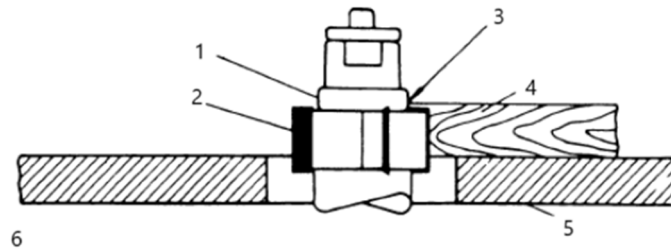
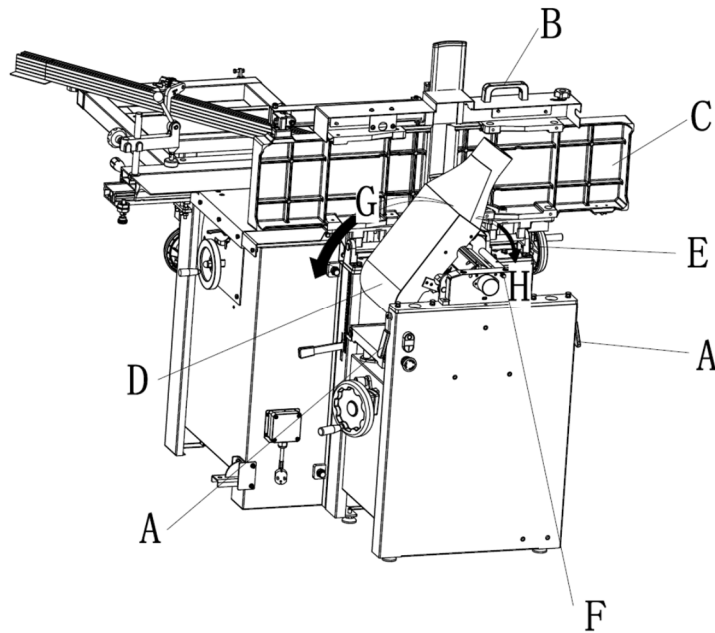

Figure 4
Figure 11
3. Une partie du bord de la pièce doit rester intacte avec la fraise afin que le collier ait une surface d'appui suffisante. Voir la figure 4 pour un exemple de surface d'appui insuffisante.
1. Libérez les deux verrous de la table de l'armoire (A) en tournant les poignées vers l'opérateur, puis en les éloignant de la machine.
2. Soulever la table (C, figure 11) à l'aide de la poignée (B).
Une fois relevée, la table doit être en position verticale comme indiqué en C, figure 4. Le loquet (E, figure 11) doit être engagé, empêchant la table de tomber accidentellement vers l'avant.
3. Positionnez la goulotte à poussière (D, H, figure 11) vers la droite. Soyez extrêmement prudent pour éviter tout contact avec les couteaux de la tête de coupe.
Se référant à la figure 11. Pour changer la configuration de la machine de raboteuse à dégauchisseuse :